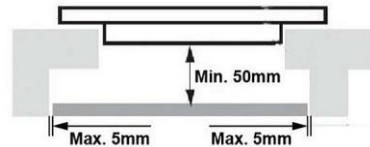

Bild 4
- Fäst tränsatsen på minst 50 mm avstånd från hällens botten med skruvar. Observera avstånden i fig. 4.